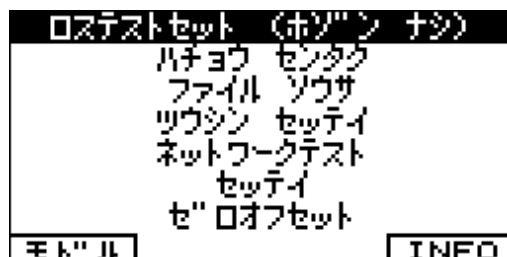

図 2.6.1-1 メインメニュー画面
任意の動作モード中にFUNCTIONキーを押すと、メインメニュー画面が表示されます(図 2.6.1-1 参照)。上下の矢印キーを押して、選択項目を移動できます。
1. メインメニュー画面(図 2.6.1-1 参照)の一番上の項目が選択された状態で **FUNCTION** キーを押します。モード選択画面が表示されます。
1. メインメニュー画面(図 2.6.1-1 参照)で「ハチョウ センタク」を選択し、FUNCTION キーを押します。波長選択画面が表示されます。
1. メインメニュー画面(図 2.6.1-1 参照)で、「ファイル ソウサ」を選択し、FUNCTION キーを押します。ファイル操作画面が表示されます。